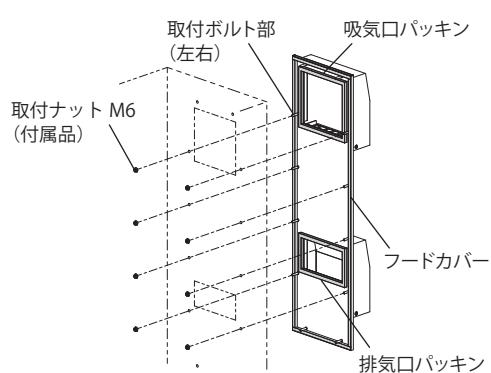

図 3
- フードカバーの取付ボルト部(左右)をキャビネットの抜き穴に差し込み、付属の取付ナット M6 にて確実に固定してください。(図 3)